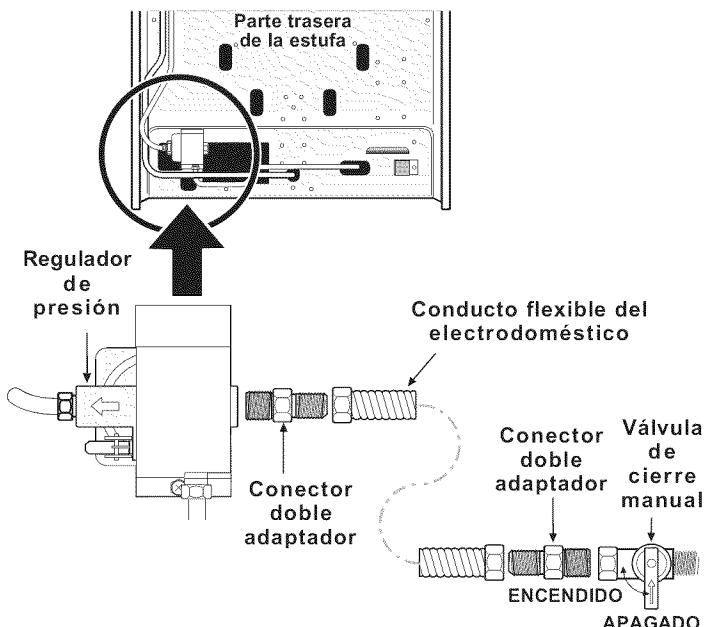

Fig. 8 - conexiones al suministro de gas
- Instale una válvula externa de cierre manual del suministro de gas en un lugar de fácil acceso fuera de la estufa. Asegúrese de saber cómo y dónde cerrar el suministro de gas de la estufa (vea la Fig. 8).
- Instale un adaptador de unión curva de 1/2" al regulador de gas usando **no más de 15 pies/libra de par (torsión)** (consulte la Fig. 8).
- d. Instale un adaptador de unión acampanada a la válvula externa de cierre manual (vea la Fig. 8).
e. Ajuste el conducto flexible del artefacto al adaptador de la unión acampanada en la válvula de cierre (vea la Fig. 8).